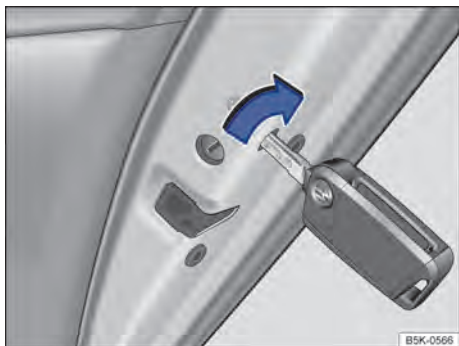

Fig. 54 Cierre de emergencia del vehículo con la llave del vehículo.
- Introducir la paleta de la llave en la ranura → fig. 54 y girarla.